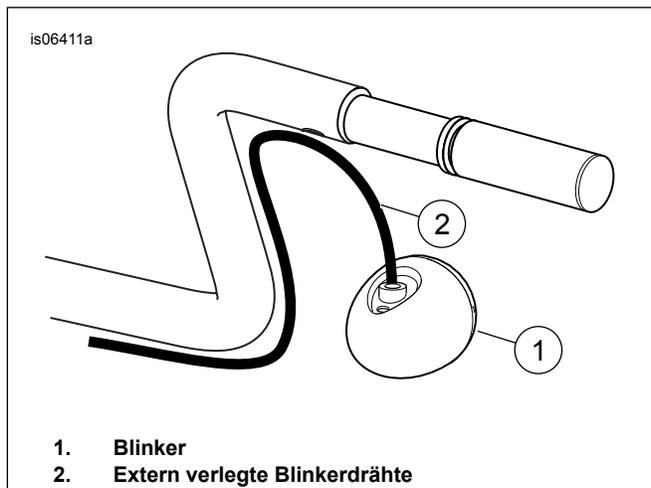

Abbildung 4. Am Lenker montierte Blinker müssen versetzt werden
3. **Für Modelle OHNE Lenker-Blinker** Fahren Sie mit **Schritt 9** (nach Abbildung 5 ) fort. **Bei Modellen MIT Lenker-Blinkern:** Wenn die ursprünglichen Blinkerdrähte **durch** die Schaltergehäuse und die große Öffnung (J) in den Lenker verlegt wurden, fahren Sie mit **Schritt 4** (nach Abbildung 4 ) fort. Siehe Abbildung 4. Wenn die ursprünglichen Blinkerdrähte **extern verlegt** wurden, müssen die Blinker vom Lenker entfernt werden. Versetzen Sie diese gemäß den Anweisungen im entsprechenden Umzugsset.